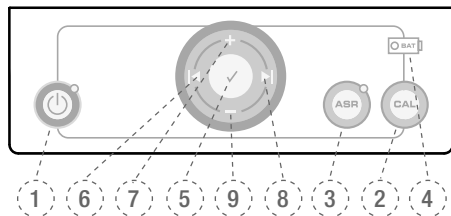

Fig. 4 Panel de teclado
- para operar el micromotor, también existe la posibilidad de pulsar y mantener presionada la tecla **CONFIRMAR**  (5), Fig. 4 durante 1,5 segundos. El micromotor puede ser detenido pulsando una tecla cualquiera o el pedal. Cuando se pulsa la tecla **CONFIRMAR** , el micromotor se detiene automáticamente después de 5 minutos sin uso para conservar la carga de la batería.
Pulse la tecla ON/OFF para desconectar el aparato. El LED de la batería (4), Fig. 4 no se encenderá, a menos que la batería se esté cargando.
- Mantenga presionada la tecla CAL (2), Fig. 4.